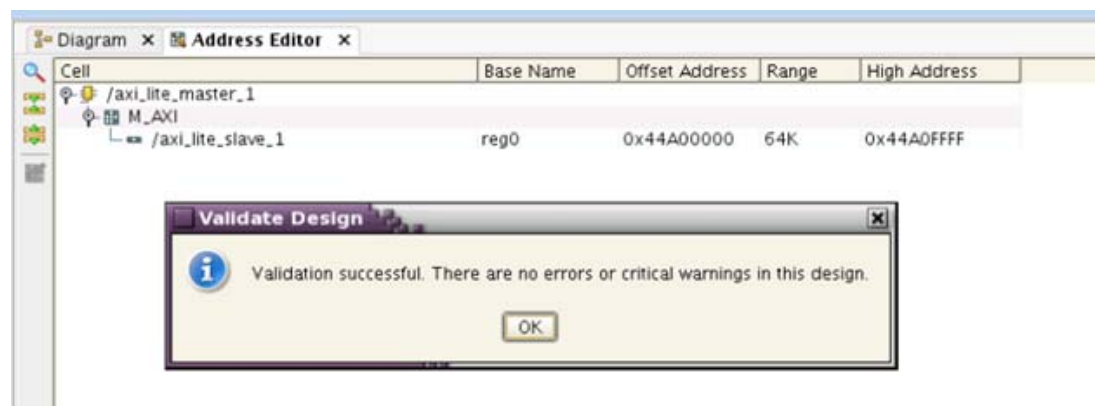

図 38 : IP インテグレーターのキャンバス : 「Validation successful」メッセージ
15. [Tools] → [Validate Design] をクリックし、[OK] をクリックします (図 38)。